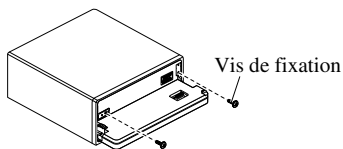

Fig. 15
4. Fixez la face avant sur l'appareil avec les vis de fixation. (Fig. 15)